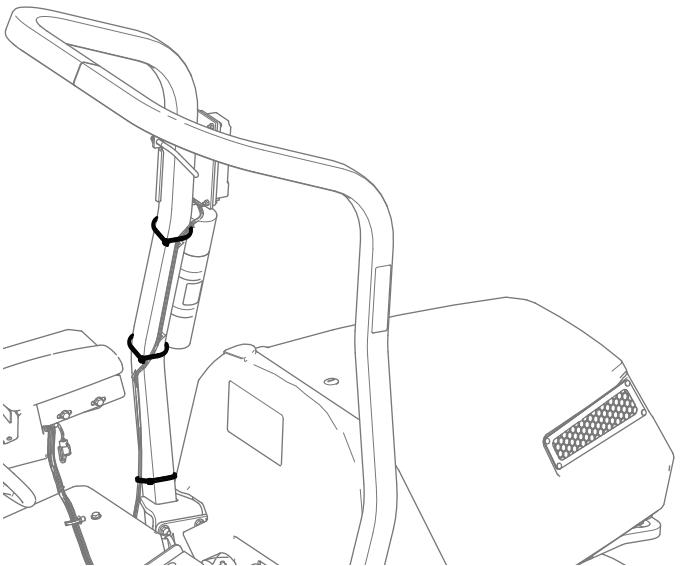

**Figura 14**
4. Enrute el arnés de cables hacia abajo por la barra antivuelco y conecte el conector del arnés de cables marcado P01 al conector del arnés de cables de la máquina marcado P71 (Figura 14).